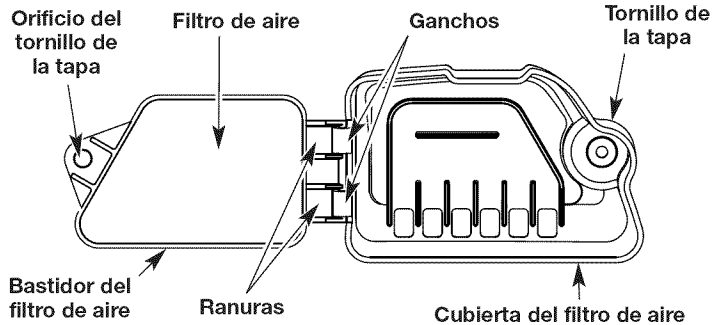

Fig. 16
7. Inserte los ganchos de la cubierta del filtro de aire en las ranuras de la tapa del filtro (Fig. 16).
8. Gire la cubierta del filtro de aire hacia la izquierda y alinee el tornillo de la cubierta con el orificio correspondiente (Fig. 16). Apriete el tornillo para asegurar la tapa del filtro de aire.